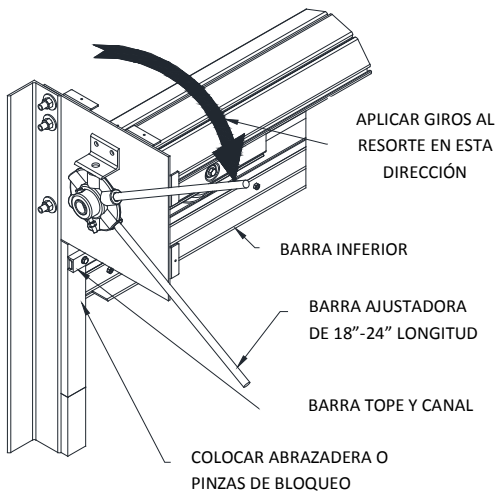

Figura 8.4 – Sujeción de las Guías, aplicando giros
12. Ya que no hay tensión en los resortes que mantienen la Cortina abierta, la Cortina puede caer si se suelta. Si el operador no puede usarse para mantener la corta en posición abierta, coloque una abrazadera-C o pinzas de presión, ver Figura 8.4, en las guías justo debajo de la barra inferior o descansar la barra inferior sobre los cabestrillos usados para manipular la flecha en pasos anteriores para mantener la puerta abierta.